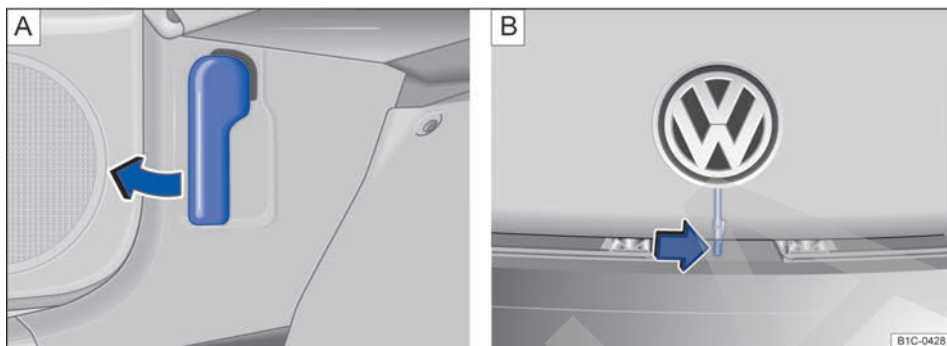

Fig. 165 **A** En la zona reposapiés del lado del conductor: palanca para desbloquear el capó del motor. **B** Palanca de apertura del capó del motor.
- Abra la puerta del conductor y tire de la palanca de desbloqueo en el sentido de la flecha → fig. 165 **A**. El capó del motor se desengancha del bloqueo de la chapa portacierre por la fuerza de un muelle → .
- Levante el capó del motor un poco y presione al mismo tiempo la palanca de apertura en el sentido de la flecha → fig. 165 **B** para abrir el capó completamente.